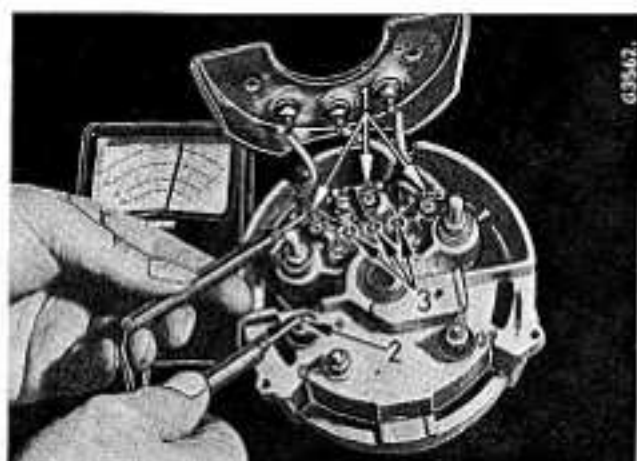

Bild 231
Den negativen Taster eines Ohmmeters an jeweils eine Lötflahn (1) Bild 231, den positiven Taster an Anschluß D+ (2) anhalten. Hierbei muß das Ohmmeter den Widerstand der einzelnen Dioden anzeigen.